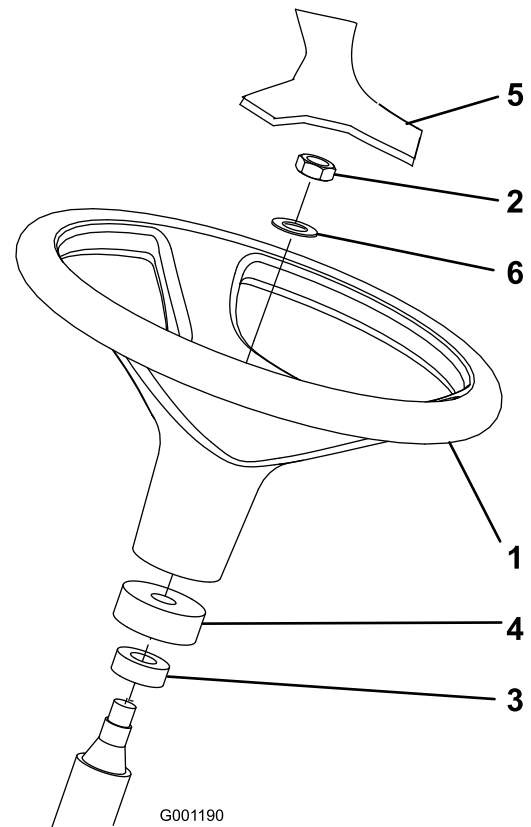

Figure 3
1. Déposez le volant du support d'expédition (Figure 3).
**Remarque:** Vérifiez que la bague en mousse et le cache-poussière se trouvent sur l'arbre de direction (Figure 3).
3. Glissez le volant et la rondelle sur l'arbre de direction (Figure 3).
- Posez le couvre-moyeu sur le volant (Figure 3)